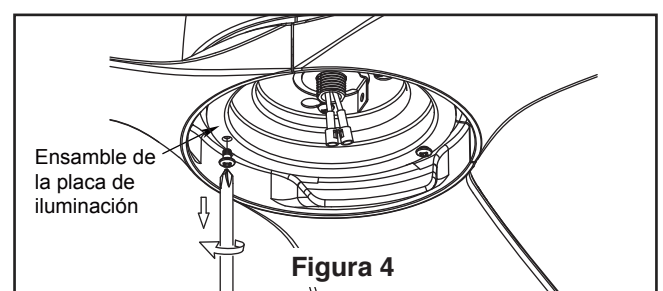

Figura 4
4. Levante cuidadosamente el ventilador y coloque el ensamble de la bola para colgar/varilla en la abrazadera para colgar que acaba de fijar a la caja de salida. Asegúrese de que la ranura de la bola esté alineada con la lengüeta de la abrazadera para colgar. (Figura 4)
5. Fije el cable de seguridad al cable de soporte para techo. Deslice la abrazadera de cables por el cable de seguridad (del ventilador). Pase el extremo del cable a través del aro que forma el cable de soporte para techo. Tire lo más posible del cable a través del aro. Inserte el extremo del cable en el orificio de la abrazadera y ajuste firmemente el tornillo. (Figura 4)
3. Realice las conexiones de cables al bloque del terminal como se muestra en la Figura 4.
4. Extraiga uno de los tres tornillos de ensamble de la placa de iluminación. Guárdelos para después y afloje levemente los otros dos tronillos. (Figura 4)
4. Para que el ventilador sea funcional, instale las pila (incluidas) de 3V en el transmisor del mando a distancia. Mientras el ventilador esté apagado. A continuación, siga el proceso de fijación remota de código. Si no se utiliza el ventilador durante un largo periodo de tiempo, extraiga la batería para evitar cualquier daño al transmisor. Almacene el mando a distancia en un lugar alejado del calor o la humedad excesiva. (Figura 4)